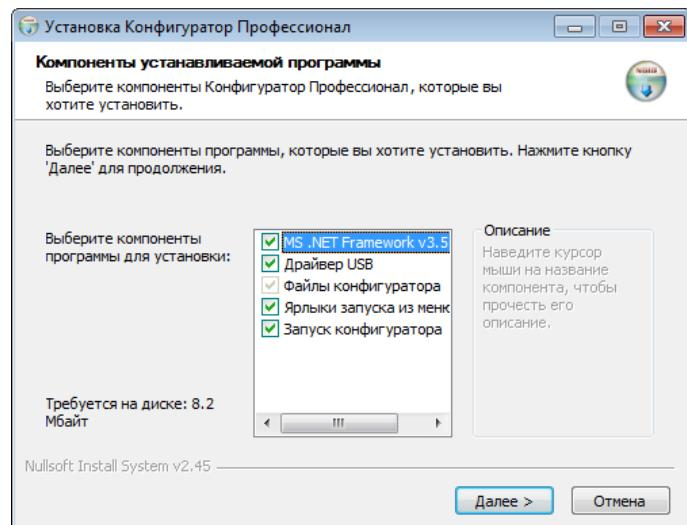

Рисунок 4.1 — Окно *Компоненты устанавливаемой программы*
4. В открывшемся окне оставьте установленными все флагшки и нажмите кнопку **Далее >** (см. рисунок 4.1).